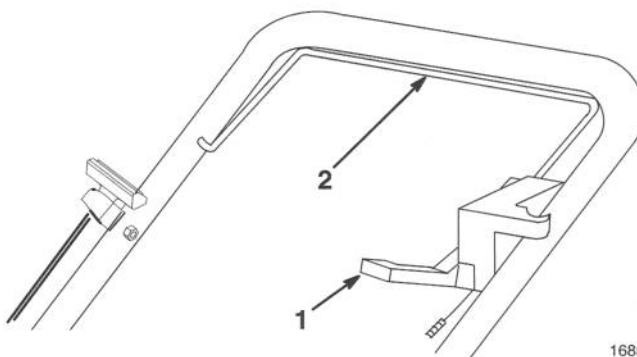

Figure 9
2. Modèles autopropulsés seulement—Pousser la barre de commande de traction vers l'avant (vers le moteur) (Fig. 9).
1. Déplacer le levier de commande de traction vers l'avant (en direction du moteur) (Fig. 9) et serrer la barre de commande jusqu'à ce qu'elle touche le guidon.